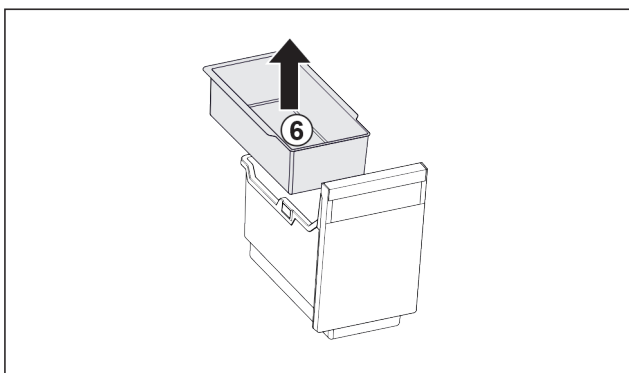

Fig. 170
- Rimuovere la vaschetta da agganciare Fig. 170 (6).